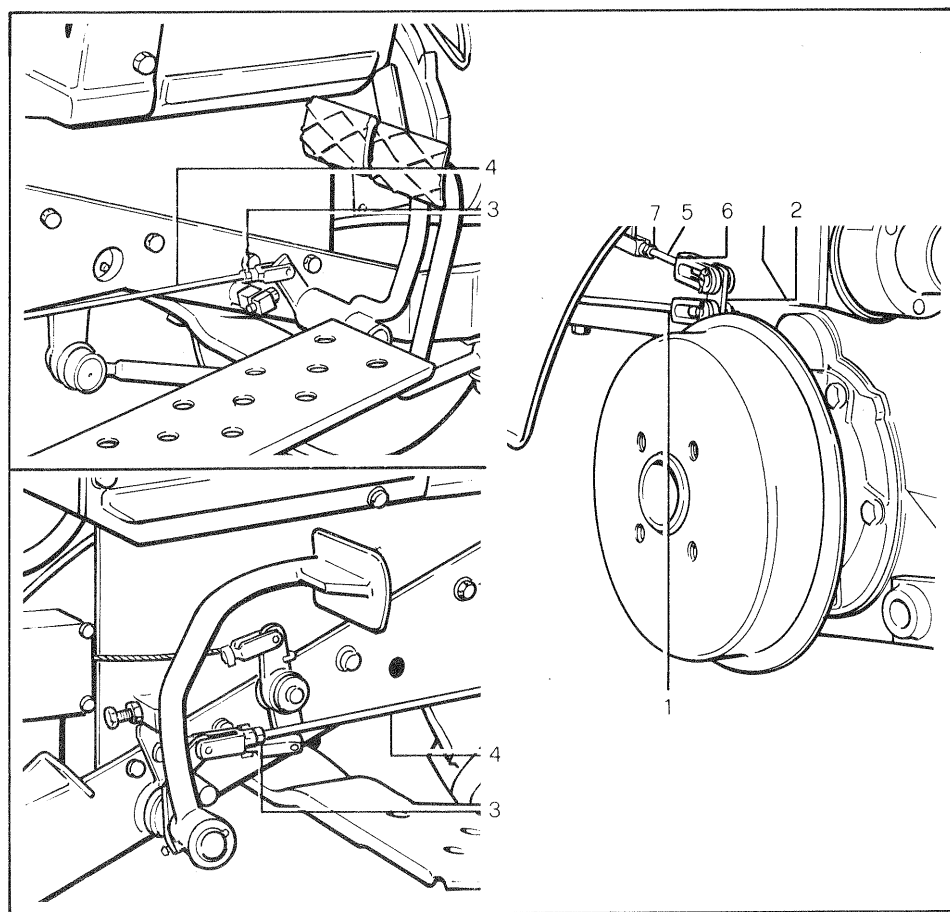

Fig. 21 - Bild 21
Se i freni slittano o la corsa a vuoto del pedale diviene eccessiva (superiore a 20 mm) regolare i tiranti di comando destro e sinistro (4) nel modo seguente (vedere la fig. 21):
1. Allentare il controdado (1) in prossimità della leva di comando apertura ceppi (2).
2. Avvitare il dado di regolazione (3) fino ad ottenere una corsa a vuoto del pedale inferiore a 20 mm.
3. Serrare nuovamente il controdado (1).
La regolazione dei tiranti destro e sinistro (5) del freno a mano, deve essere effettuata contemporaneamente alla regolazione dei freni di servizio sopracitata. Procedere nel modo seguente (vedere la fig. 21):
1. Allentare il controdado (6) in prossimità della leva di comando apertura ceppi (2).
2. Avvitare il dado di regolazione (7) fino ad ottenere la stessa registrazione del tirante freno di servizio (4).
3. Serrare nuovamente il controdado (6).
If brakes tend to slip or the pedal idle travel is found excessive (exceeding 20 mm) adjust the right h and left h control rods (4) as outlined (see fig. 21).
1. Unloose jam nut (1) close to shoe opening lever (2).
2. Tighten set nut (3) until the pedal idle stroke obtained does not exceed 20 mm.
3. Secure jam nut (1) again.
The hand brake left and right rods must be adjusted at the same instant as the service brakes. The adjusting procedure is as outlined (see fig. 21):
En cas de patinage ou si la course à vide de la pédale s'avère excessive (supérieure à 20 mm), procéder au réglage des tringles droite et gauche (4) comme indiqué (voir fig. 21):
1. Desserrer le contre-écrou (1) à proximité du levier d'ouverture des sabots (2).
2. Serrer l'écrou (3) jusqu'à ce qu'une course libre de la pédale au-dessous de 20 mm ne soit obtenue.
3. Ré-serrer le contre-écrou (1).
Le réglage des tringles droite et gauche (5) du frein à main doit se faire en même temps que la mise au point des freins de service. Procéder comme indiqué (voir fig. 21).
1. Desserrer le contre-écrou (6) à proximité du levier d'ouverture des sabots (2).
2. Serrer l'écrou (7) jusqu'à ce que le même réglage de la tringle du frein de service (4) ne soit obtenu.
3. Ré-serrer le contre-écrou (6).
Sollten die Bremsen rutschen oder der freie Pedalweg zu lang werden (über 20 mm), die Steuergestänge links und rechts (4) wie folgt einstellen (siehe Bild 21):
1. Die Gegenmutter (1) nahe dem Steuerhebel zum Öffnen der Bremsbacken (2) lösen.
2. Die Einstellmutter (3) bis zur Erreichung eines freien Pedalweges niedriger als 20 mm anschrauben.
3. Die Gegenmutter (1) wieder anziehen.
Die Einstellung der Steuergestänge rechts und links (5) der Handbremse muss gleichzeitig mit der Einstellung der obangeführten Bedienungsbremsen durchgeführt werden. Wie folgt verfahren (siehe Bild 21):
1. Die Gegenmutter (6) nahe dem Steuerhebel zum Öffnen der Bremsbacken (2) lösen.
2. Die Einstellmutter (7) bis zur Erreichung der gleichen Einstellung der Bedienungsbremsengestänge (4) anschrauben.
3. Die Gegenmutter (6) wieder anziehen.